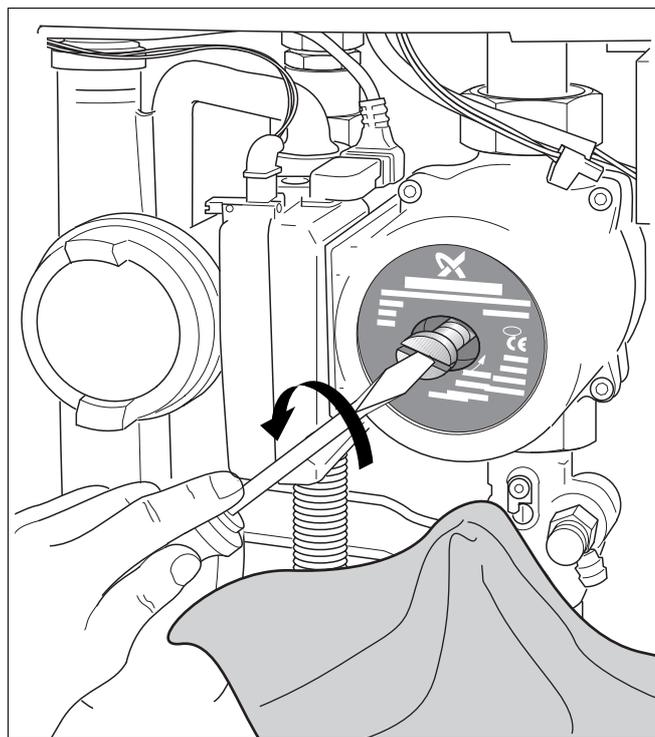

Fig. 71 Scaricare l'aria dalla pompa
- Scaricare l'aria dalla pompa rimuovendo la vite di sfiato ubicata nella parte anteriore della pompa stessa (fig. 71).